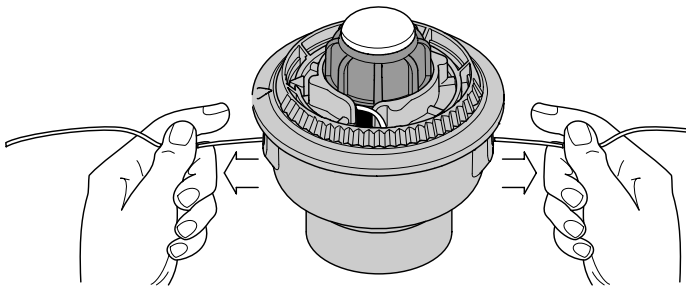

Fig. 21
- Si el bobinado de la línea se torna dificultoso o la línea se enreda, tire de los extremos de la línea de la bobina. Continúe bobinando el carrete interior en sentido antihorario (Fig. 21).
- Sostenga el carrete interior en su lugar e instale la perilla percusiva, el resorte y el sello de espuma presionando y girando la perilla percusiva en sentido horario. Tome los extremos y tire con firmeza para soltar la línea de las ranuras de fijación en el carrete interior. (Fig. 21).
Si el SpeedSpool® no suelta línea en forma correcta, tire firmemente de los extremos de la línea de la bobina (Fig. 21). Si al hacer esto la línea no se suelta, siga las **Instrucciones de limpieza del SpeedSpool®** en la sección de **Instrucciones de Mantenimiento y Reparación**.